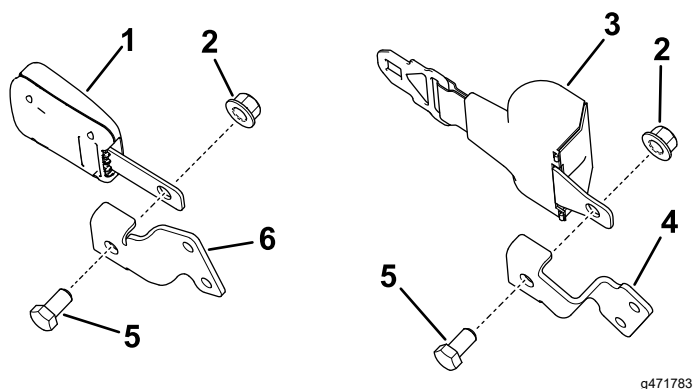

Figure 9
1. Assemblez les ceintures de sécurité en fixant la boucle et la languette à l'intérieur des supports à l'aide de 2 boulons de carrosserie ($\frac{1}{2}$ " x 1") et 2 contre-écrous ($\frac{1}{2}$ ""), comme montré à la Figure 9.